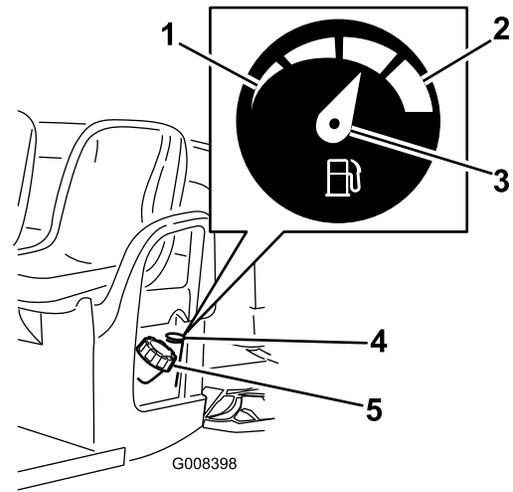

Bild 18
2. Reinigen Sie den Bereich um den Tankdeckel (Bild 18).